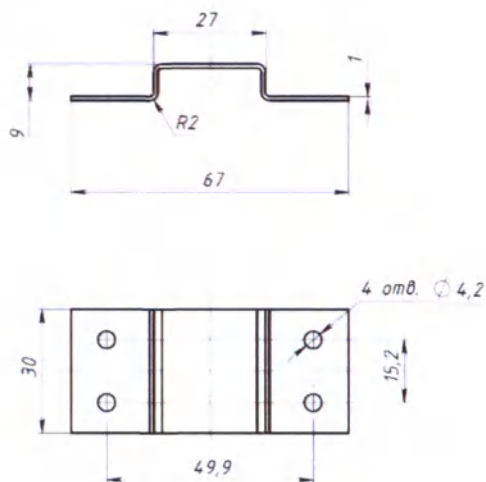

Рис.11
2.2.1.9. Комплект крепления в салоне автомобиля (рис.11) предназначен для установки на обшивке автомобиля, для последующего крепления на нем самого пульсоксиметра по средствам металлической скобы.